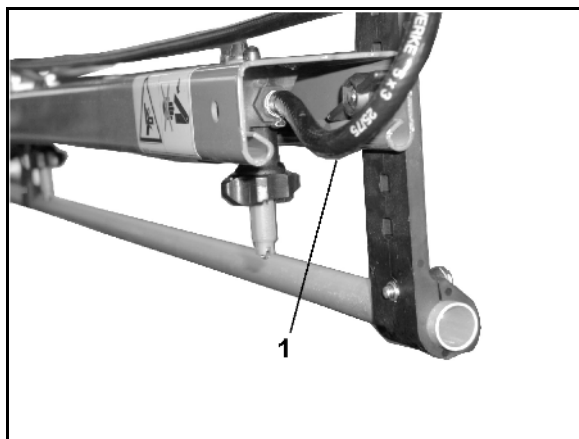

Fig. 121
- ermöglicht bei eingeschaltetem Druck-Umlauf-System einen ständigen Flüssigkeits-Umlauf in der Spritzleitung. Hierzu ist jeder Teilbreite ein Spülanschluss-Schlauch (Fig. 121/1) zugeordnet.
- ein Spülanschluss-Schlauch (Fig. 121/1) pro Teilbreite.